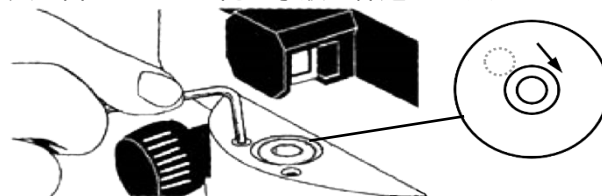

図6
- ・ずれ量のもう半分は六角棒レンチを使用して、2つの円形気泡管調整ねじを回し、気泡を中央に戻します。(図6)